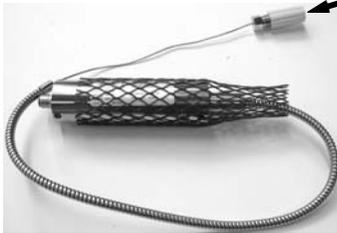
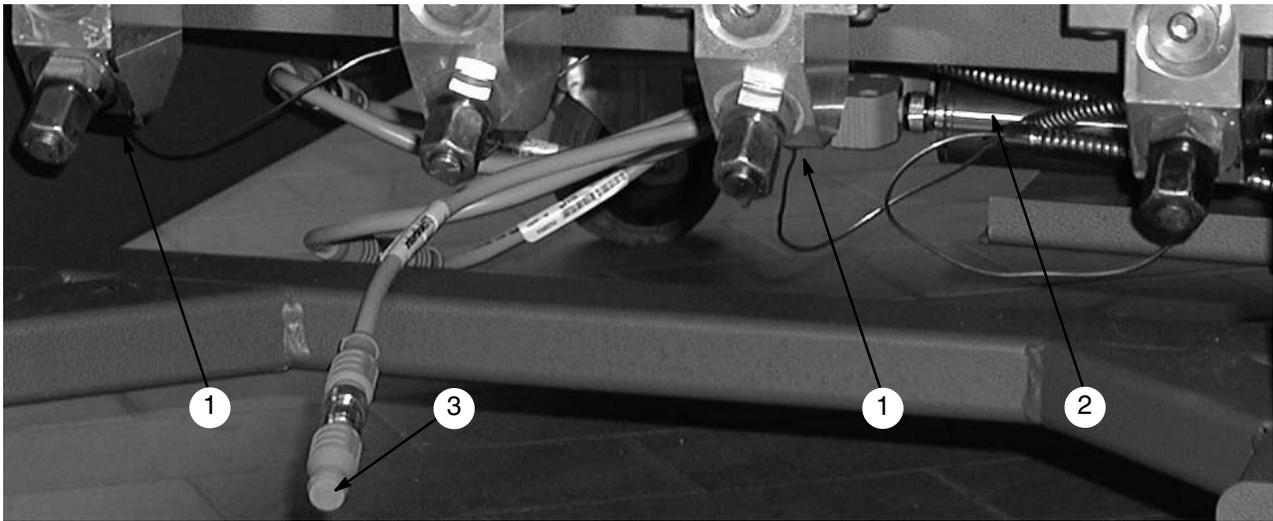

Fig. 2-11
Fig. 2-12 Sensores de pressão nas conexões de mangueira (lado direito do aparelho, consulte secção 2-1)
Os sensores de pressão (fig. 2-11 e 1, fig. 2-12), para a pressão da saída do material, encontram-se nas conexões das mangueiras. Os transdutores de medição correspondentes (2) encontram-se por baixo da placa de conexões de mangueiras. O último sensor de pressão ligado ao Bus tem que estar equipado com uma resistência de terminação (3).